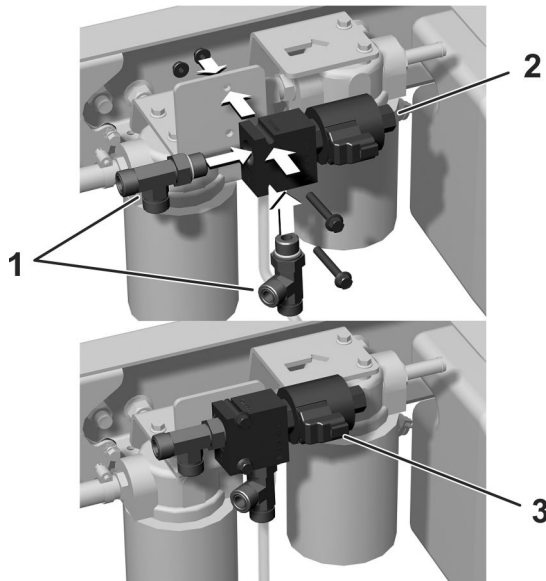

Figura 12
1. Instale provisionalmente los 2 acoplamientos en T en la válvula (Figura 12).
2. Monte la válvula en la escuadra del bastidor con 2 tornillos con arandela prensada ($\frac{1}{4}$ " x $1\frac{7}{8}$ "), como se muestra en la Figura 12.
3. Conecte el conector eléctrico a la conexión de la válvula (Figura 12).